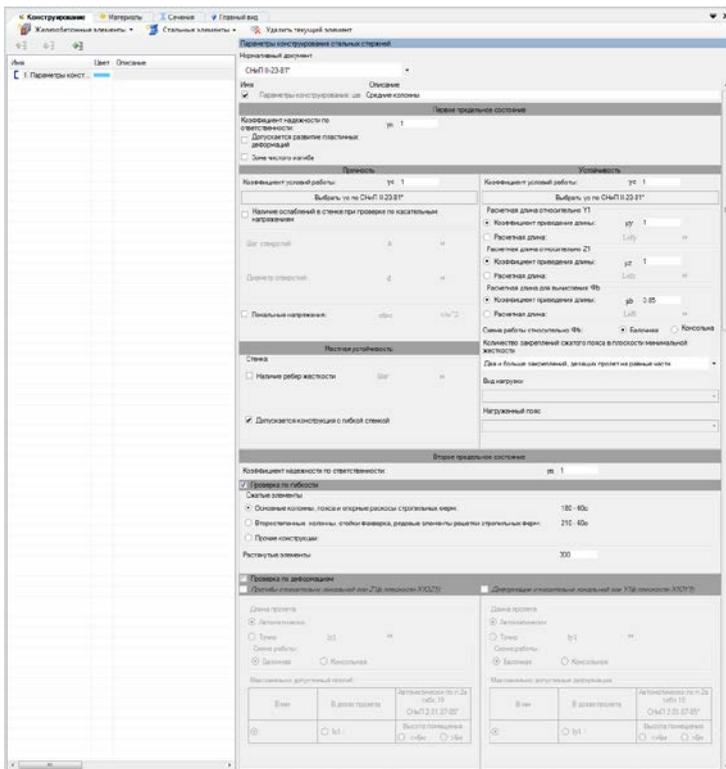

Рис. 151. Редактор параметров конструирования средних колонн
- В разделе **Первое предельное состояние** задайте (рис. 151): коэффициент надежности по ответственности  $\gamma_n = 1$ ; коэффициент условий работы по прочности  $\gamma_c = 1$ ; коэффициент условий работы по устойчивости  $\gamma_s = 1$ ; коэффициент приведения длины относительно  $Y_1$ ,  $\mu_y = 1$ ; коэффициент приведения длины относительно  $Z_1$ ,  $\mu_z = 1$ ; коэффициент приведения длины относительно  $\Phi_b$ ,  $\mu_b = 0,85$ ; схема работы относительно  $\Phi_b$  — балочная, количество креплений сжатого пояса в плоскости минимальной жесткости — **Два и больше креплений**, делящих пролет на равные части.